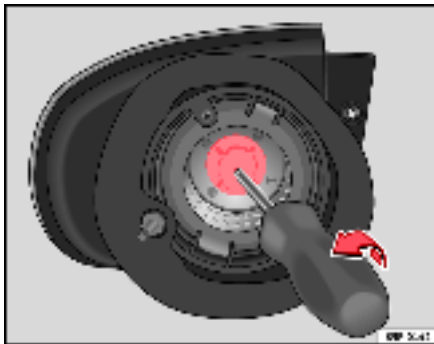

Fig. 193 Feu clignotant.
- Retirez le porte-lampes du clignotant à l'aide d'un tournevis dans le sens de la flèche (voir ⇒ fig. 193).